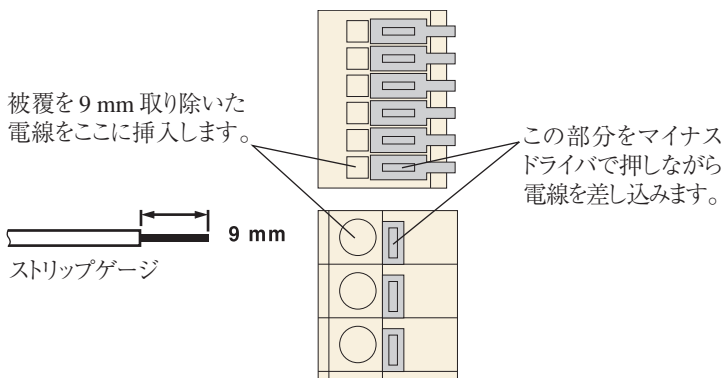

図 4-2 コントロール端子への接続
被覆は7 mm ～ 10 mm の範囲 (9 mm を推奨) で取り除いてください。本機の上面または後面に表示されているストリップゲージ、または図 4-2 に示されているストリップゲージを使うと確実に行うことができます。
4. 図 4-2 に示したように、コントロール端子へ電線を挿入します。